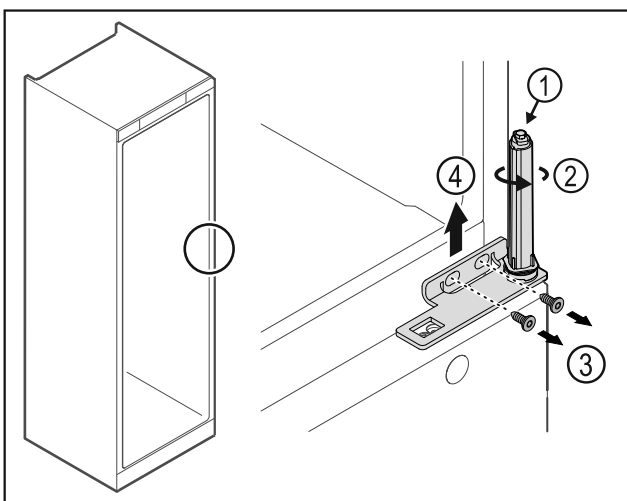

Fig. 32
- ▶ Ne pas désassembler le système de fermeture de la porte Fig. 32 (1).
- ▶ Tourner le système de fermeture Fig. 32 (2) jusqu'à entendre un clic.
- ▶ Desserrer les vis Fig. 32 (3) et retirer l'équerre de charnière par le haut Fig. 32 (4).